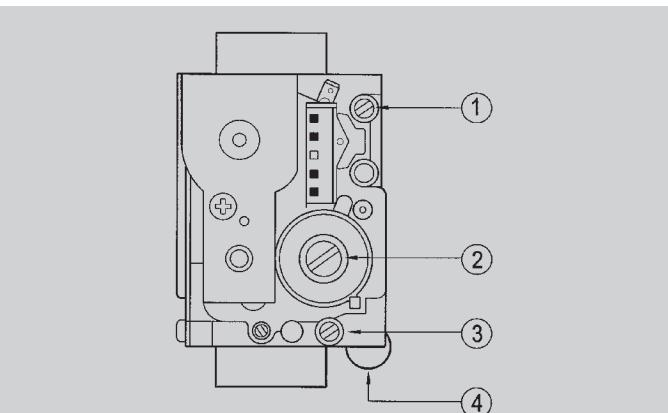

Figure 6. Électrovanne
- Lorsque la pression du brûleur doit être changée, agir sur la vis de réglage de la pression du brûleur (voir la figure 6)